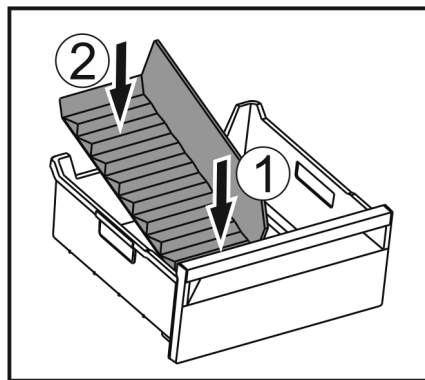

Fig. 121
- ▶ Vložte přední část přepážky přihrádky na led. Fig. 121 (1)
- ▶ Zadní část přepážky přihrádky na led spusťte až na dno zásuvky. Fig. 121 (2)